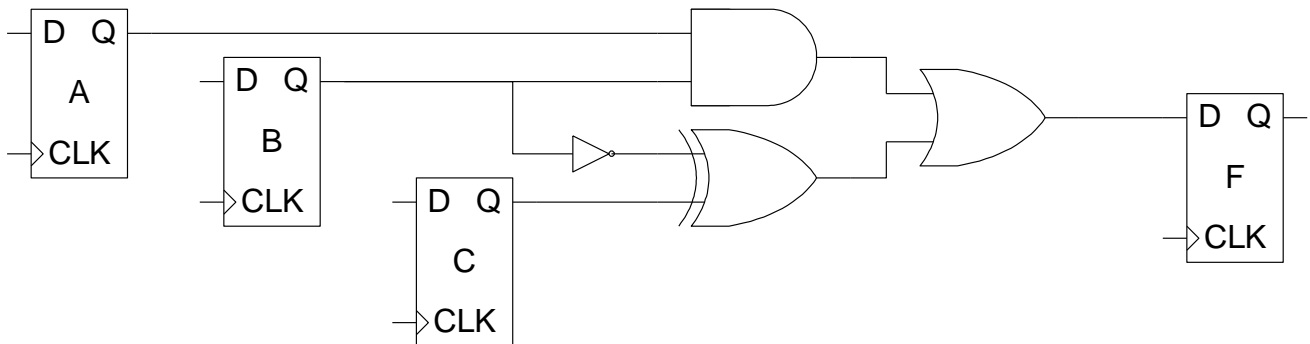

Figure 1: Exemple #1
- Donner tous les chemins possibles de la figure 1, et indiquer le chemin critique en calculant la période minimale d'horloge.
- Créer un nouveau projet avec un fichier bloc-schématique et simuler le circuit de la figure 1.